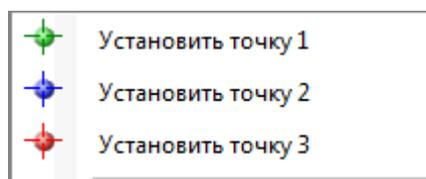

Рисунок 2.99
- графически: наведя курсором на нужные узлы и щелкнув правой кнопкой мыши (рисунок 2.99).